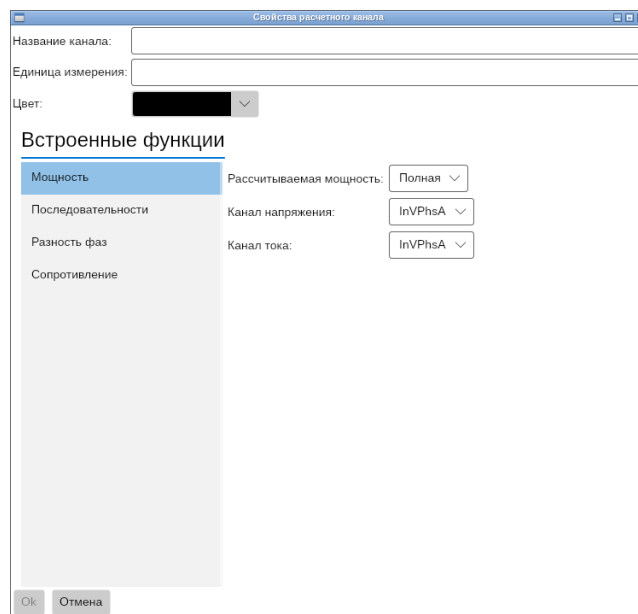

Рисунок 8.24 – Встроенные функции
- выбрать встроенную функцию (см. рисунок 8.24).